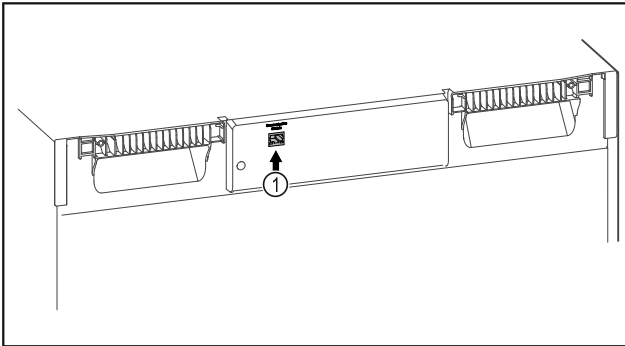

Fig. 102
- ❑ SmartModule Fig. 102 (1) ist eingesetzt.